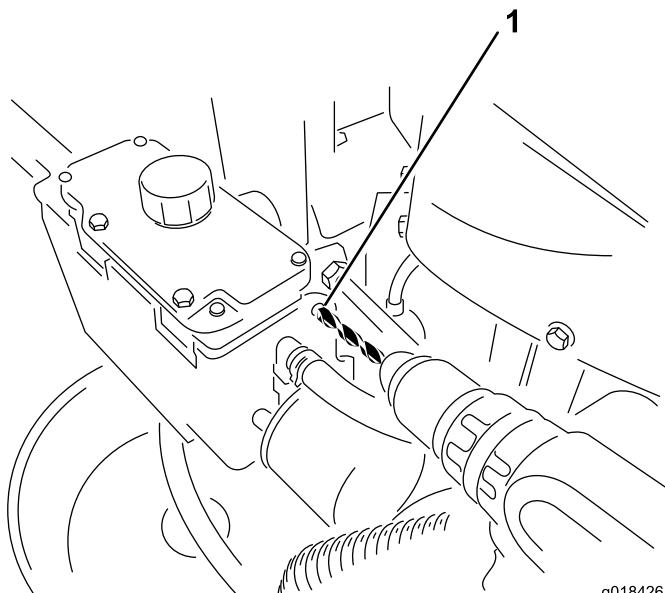

Figure 9
1. Au moyen d'un foret de 5/16 pouce, alésez le trou dans le support de réservoir (Figure 9).